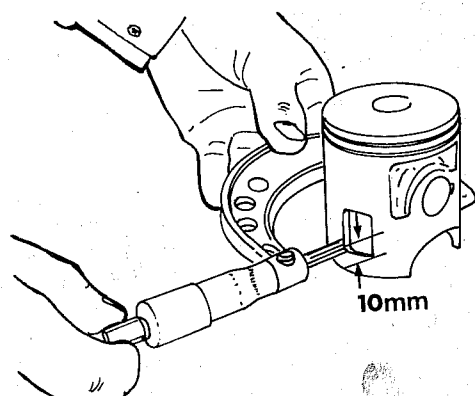

Bild 60
- Kolbendurchmesser mit einem Aussenmikrometer messen. Der Kolben ist etwas oval geschliffen und leicht kegelig. Die einzige Messstelle befindet sich im rechten Winkel zur Kolbenbolzenbohrung ungefähr 10 mm von der Unterkante entfernt (Bild 60). Der Zylinderbohrungsdurchmesser abzüglich dem Kolbendurchmesser ergibt das Kolbenspiel, das zwischen 0,035 und 0,040 mm liegen sollte.